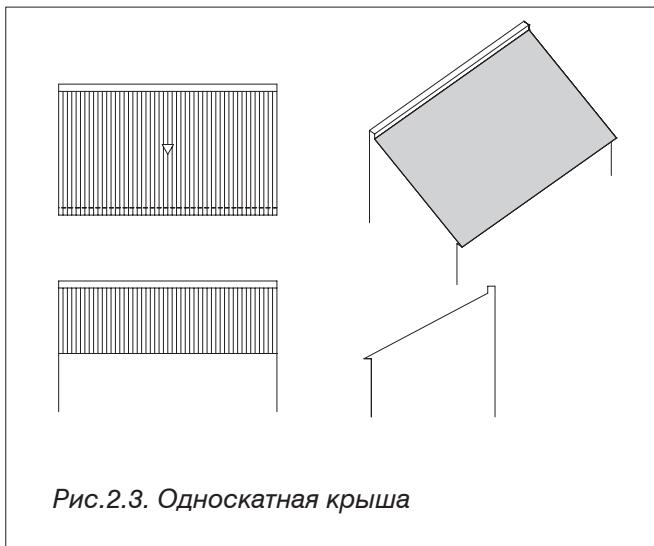

Рис.2.3. Односкатная крыша
- **Односкатная крыша** (рис.2.3.) опирается своей несущей конструкцией (системой стропил, фермой и др.) на наружные стены, находящиеся на разных уровнях.